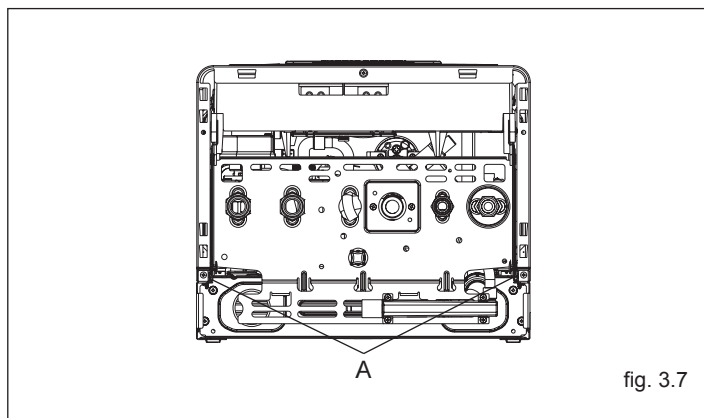

fig. 3.7
- svitare le viti (A) di fissaggio del mantello (fig. 3.7)